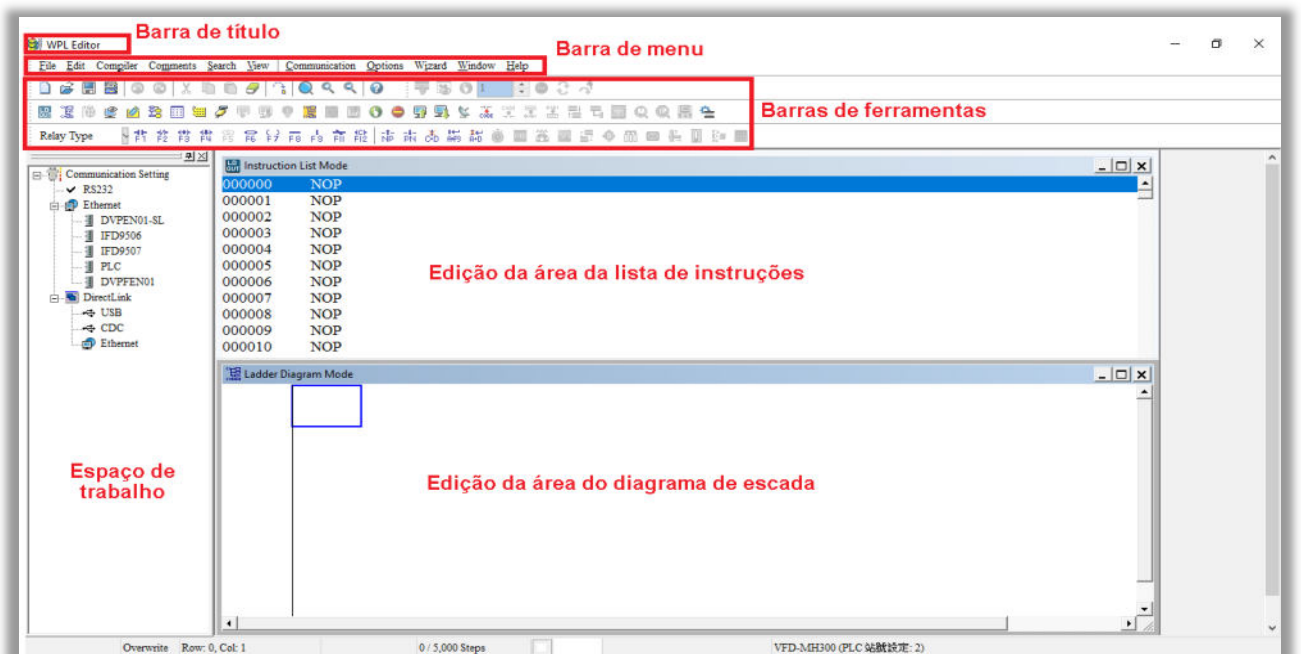

Figura 16-3
**NOTA:** Depois de executar o WPLSoft pela segunda vez, o último arquivo editado será aberto e exibido na janela de edição. A figura 16-3 a seguir apresenta uma explicação da janela do software de edição WPLSoft: